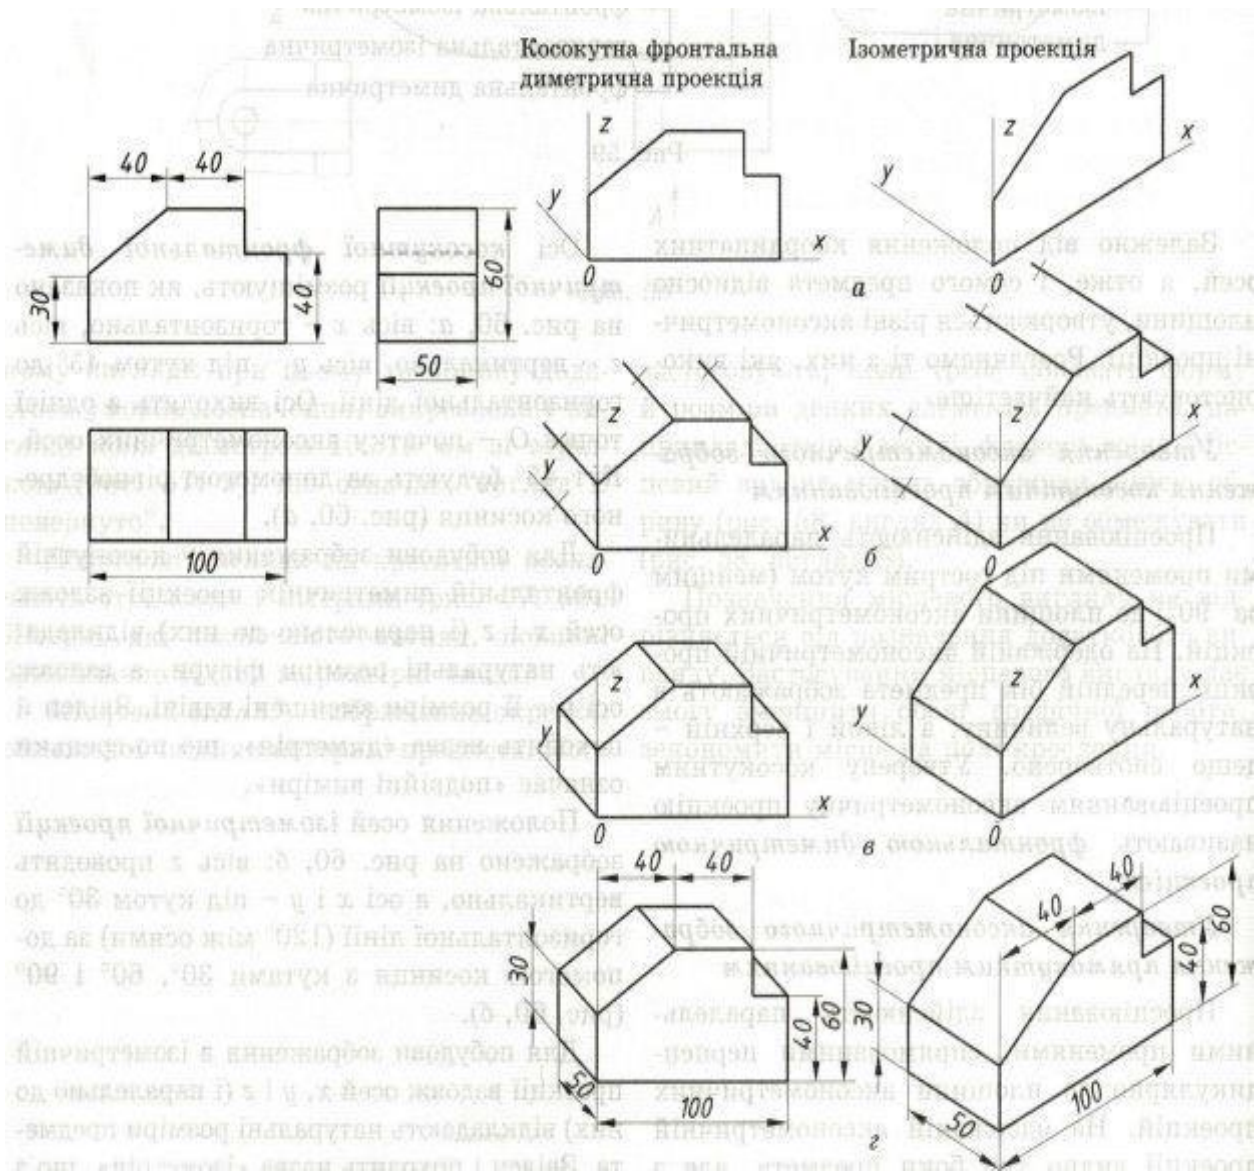

Рис. 3
Виконаємо у двох розглянутих вище видах проекцій аксонометрію деталі, креслення якої в трьох проекціях зображене на рис. 3.
1. Проведемо осі симетрії. Накреслимо фронтальну проекцію деталі на площині осей x і z (рис. 3,а).
2. З вершин отриманої фігури паралельно осі y проведемо ребра, на яких відкладемо відстань, що дорівнює товщині деталі. (рис.3,б), пам'ятаючи, що на прямокутній диметричній проекції товщину деталі відкладають удвічі меншою.
3. З'єднаємо крайні точки, дотримуючись правила, що протилежні сторони паралельні між собою (рис. 3,в).
4. Витремо зайві лінії, наведемо контури деталі і нанесемо розміри (рис.3, г) .